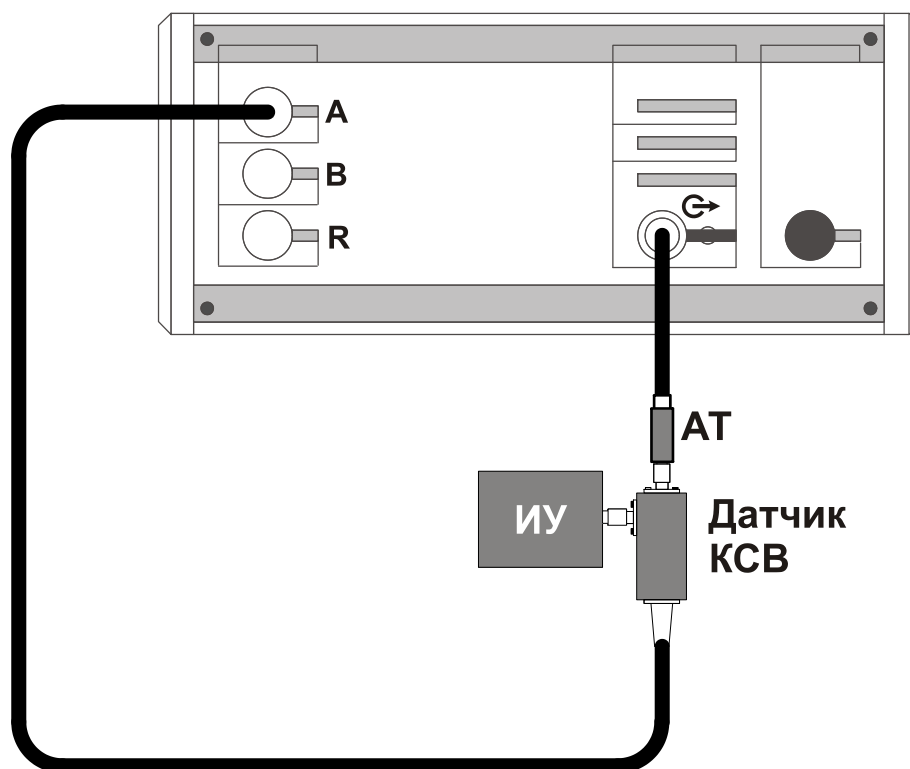

Рисунок 5.13 – Схема измерения модуля КО с согласующим аттенюатором
- а) для дополнительного согласования выхода СВЧ со входом датчика КСВ рекомендуется устанавливать на вход датчика КСВ вентиль или аттенюатор (рисунок 5.13).